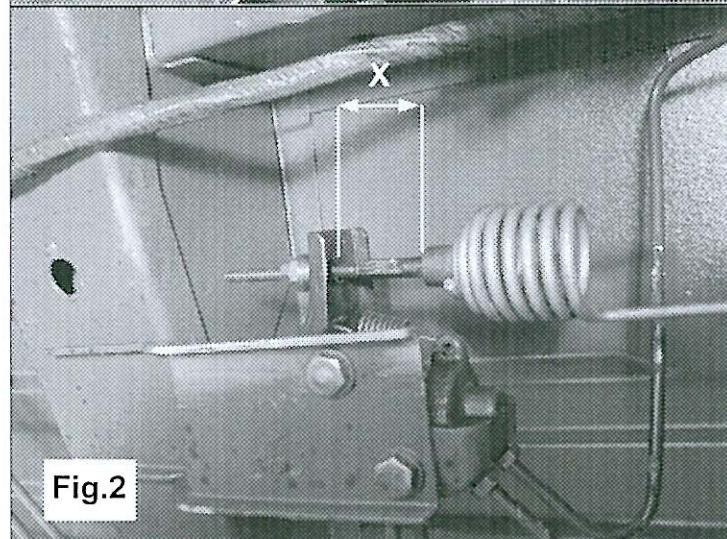

Fig.2
4. Stel nu de maat X op 43 mm af. Zie fig.2.
4. Set size X at 43-mm. See Fig. 2.
4. Stellen Sie nun den Abstand X auf 43 mm ein. Siehe Abb. 2